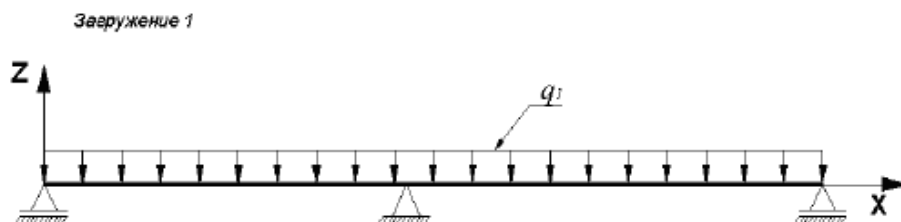

Рис.7.3. Схема загрузжения 1 балки
- загрузка 1 – собственный вес (рис.7.3);